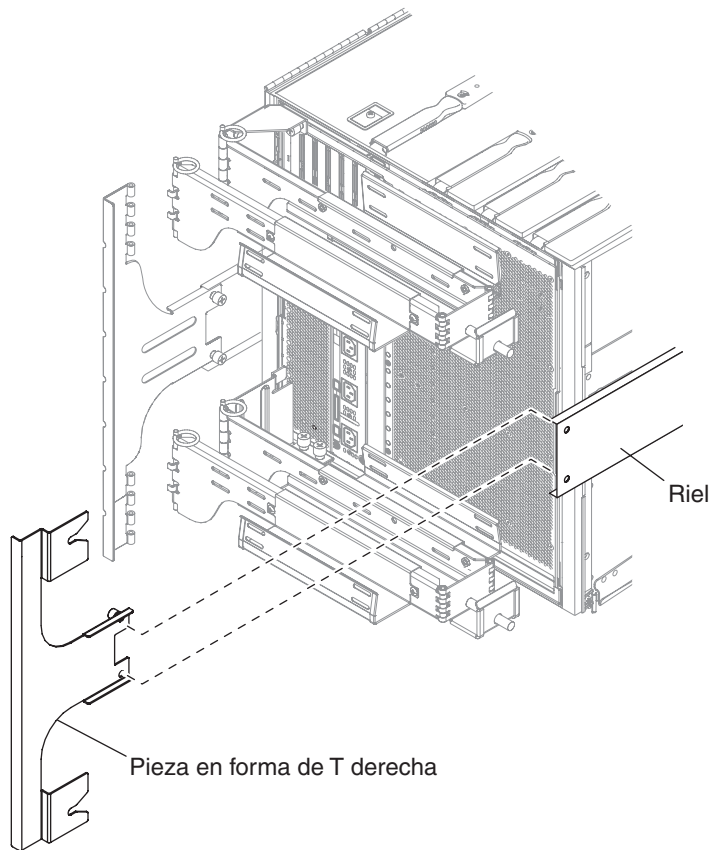

FIGURA 1-22 Montaje de la pieza en forma de T derecha
8. Fije la pieza en forma de T de la derecha en el riel derecho utilizando los dos tornillos cautivos, FIGURA 1-22.